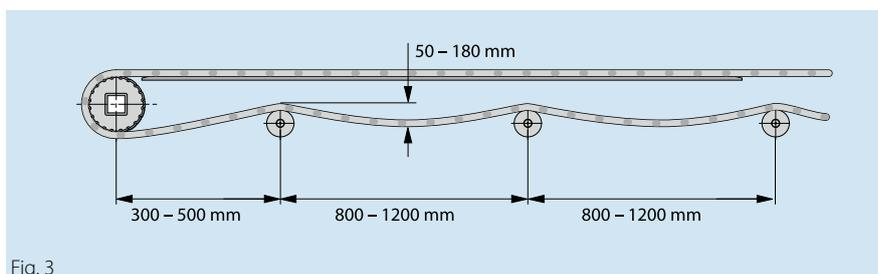

Fig. 3
- Trasportatori lunghi: interasse > 20.000 mm e velocità ridotta, distanza tra gli assi < 15.000 mm e velocità elevata (Fig. 3).